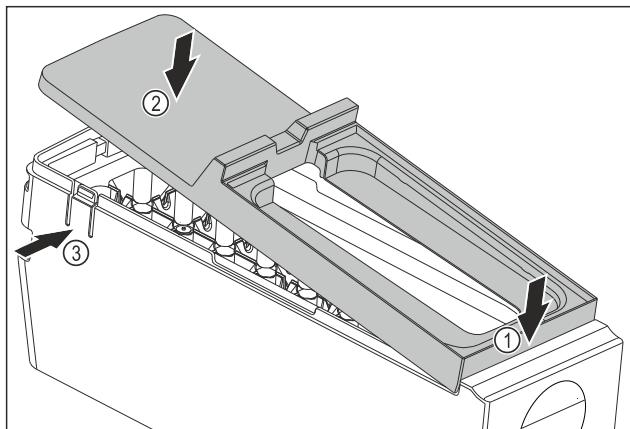

Fig. 115
- Смонтируйте крышку корпуса EasyTwist-Ice: Установите крышку спереди. Fig. 115 (1)
- Опустите крышку сзади. Fig. 115 (2)
- ▷ Крышка со щелчком фиксируется в накладках Fig. 115 (3).